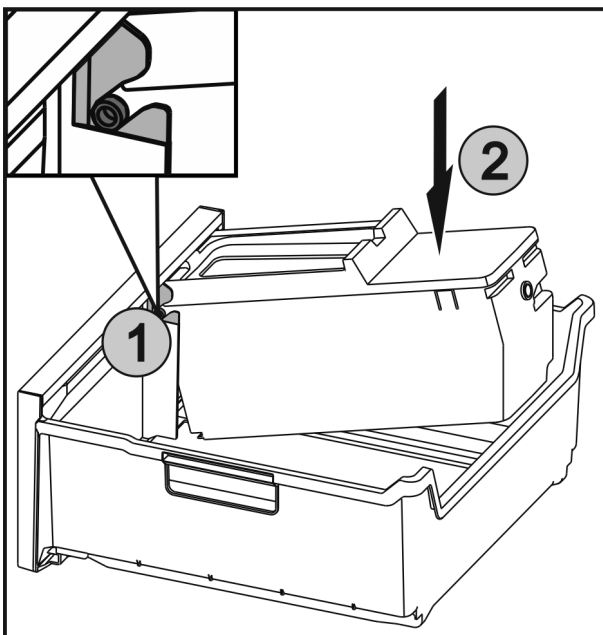

Fig. 31
- ▶ Die Achsen Fig. 31 (1) an EasyTwist-Ice in die Führungen einschieben und die hintere Seite Fig. 31 (2) bis die Lasche einrastet drücken.